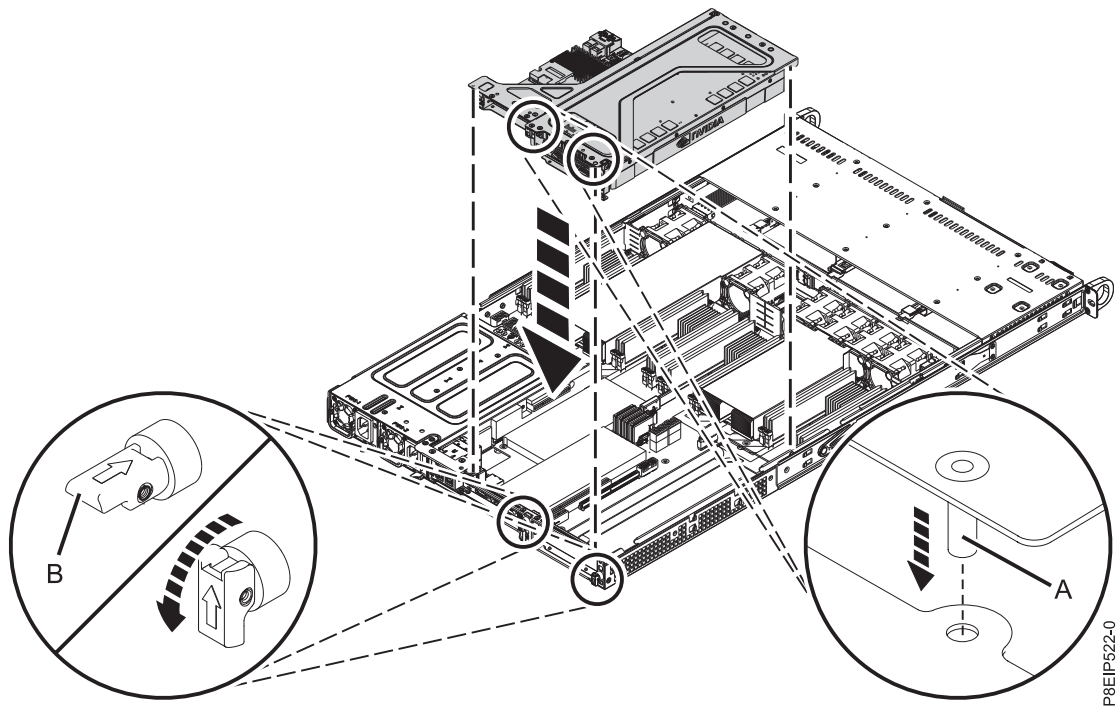

Figure 17. Remplacement du connecteur de bus PCIe
6. Placez le connecteur de bus de la carte PCIe et les cartes qu'il contient dans le fond de panier système comme illustré dans la figure 17, à la page 19.
- a. Vérifiez que les goupilles d'ouverture du détendeur PCIe (B) sont rétractées de manière à ce que les flèches pointent vers l'intérieur du système.
- b. Utilisez les broches d'alignement (A) et les emplacements pour insérer correctement les cartes mezzanine et remettre en place le couvercle